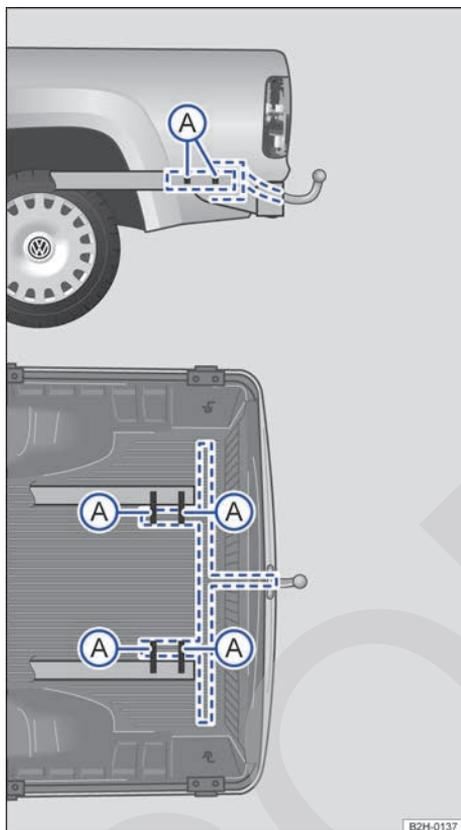
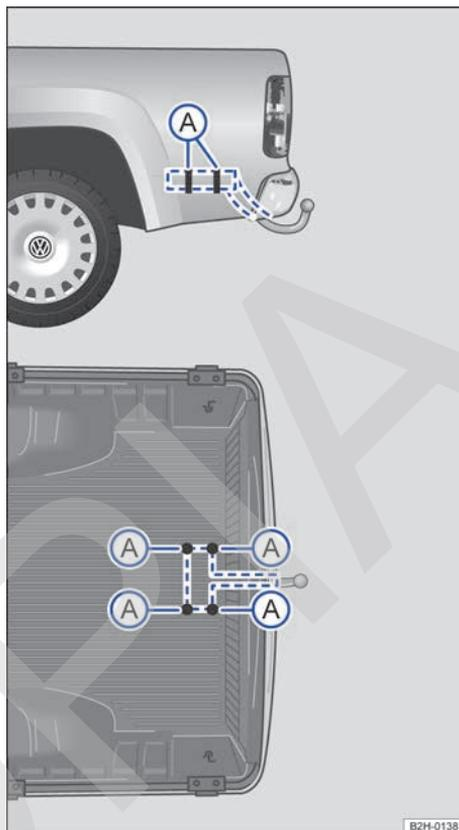

Fig. 93 Vehículos sin paragolpes: puntos de fijación para el montaje posterior de un enganche para remolque.
Fig. 94 Vehículos con paragolpes: puntos de fijación para el montaje posterior de un enganche para remolque.
El montaje posterior de un enganche para remolque se deberá realizar siguiendo las instrucciones del fabricante. El enganche para remolque deberá fijarse en los puntos indicados en la → fig. 93 (A) (vehículos sin paragolpes) o en la → fig. 94 (A) (vehículos con paragolpes).